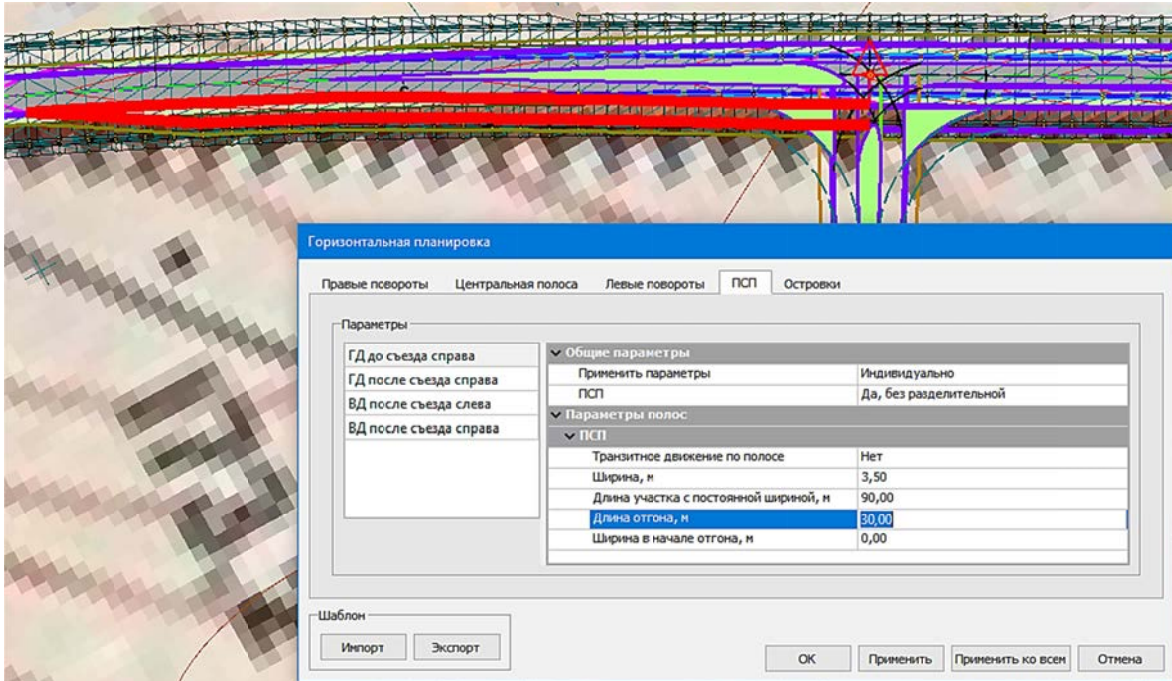

Рис. 4.14. Параметры ПСП для ГД до съезда справа
7.4. Перейдите во вкладку **ПСП** (переходно-скоростная полоса). Выполнив выбор из списка участков главной и второстепенной дорог (ГД и ВД), внесите параметры в соответствии с проектируемой категорией дороги. Пример представлен на рис. 4.14–4.15.